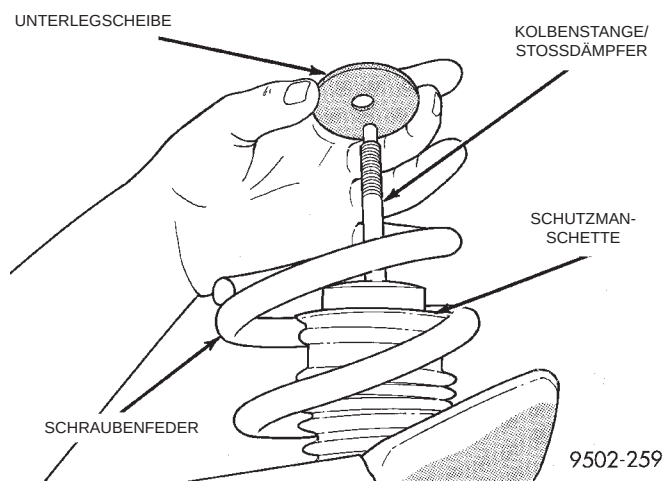

Abb. 92 Unterlegscheibe der Kolbenstange/ Stoßdämpfer
(9) Unteres Gummilager von der Hülse der Kolbenstange abbauen.
(10) Unterlegscheibe oben von der Schutzmanschette abbauen (Abb. 92).
(6) Untere Unterlegscheibe (Abb. 92) auf die Kolbenstange und oben auf die Schutzmanschette montieren.